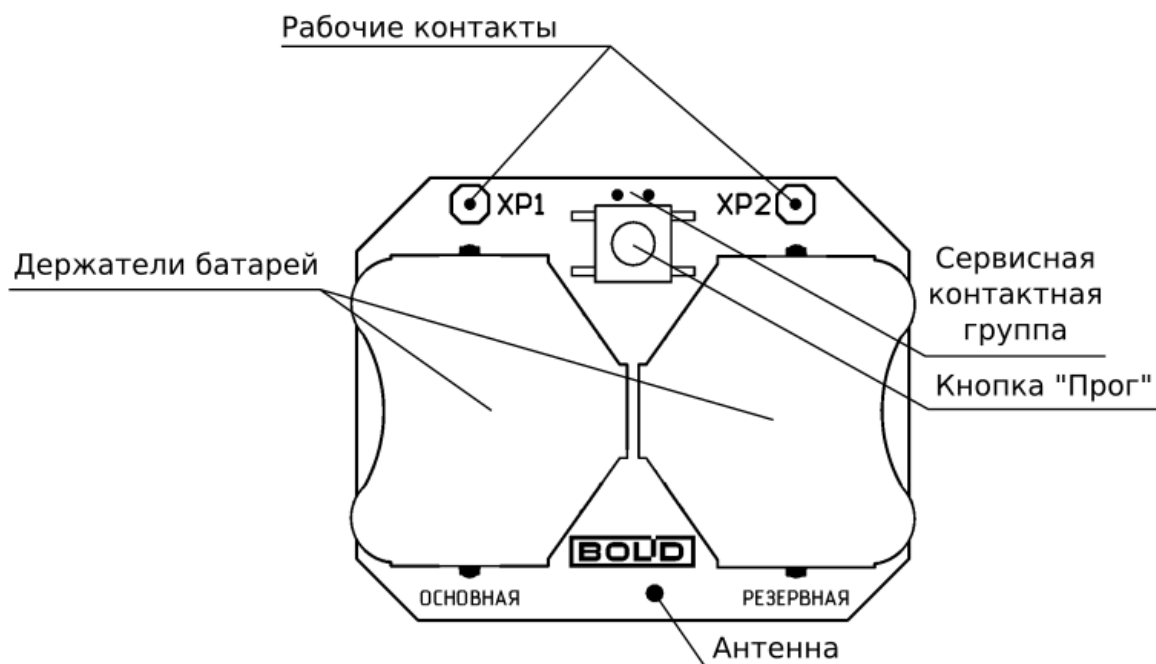

Рисунок 2.2 Расположение элементов на плате
На плате датчика располагаются элементы питания и органы управления прибором (см. Рисунок 2.2):
- Осуществить комбинацию нажатий кнопки «Прог.» на плате датчика (см. Рисунок 2.2):
Тест качества связи запускается посредством короткого нажатия на кнопку «Прог.» на плате прибора (см. Рисунок 2.2). Запуск процедуры может занимать до 2 секунд, при этом прибор осуществляет анализ радиоэфира и регистрацию на Радиоконтроллере или оптимальном ретрансляторе.